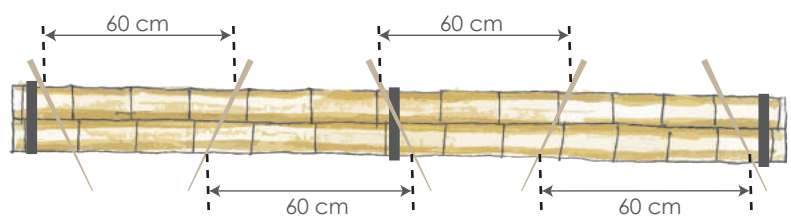

Figura 31. Criterio de fijación con pasadores de bambú.
C) Hacer un corte en los extremos de manera diagonal en un ángulo de 60° aproximadamente, como se muestra en la figura 31.